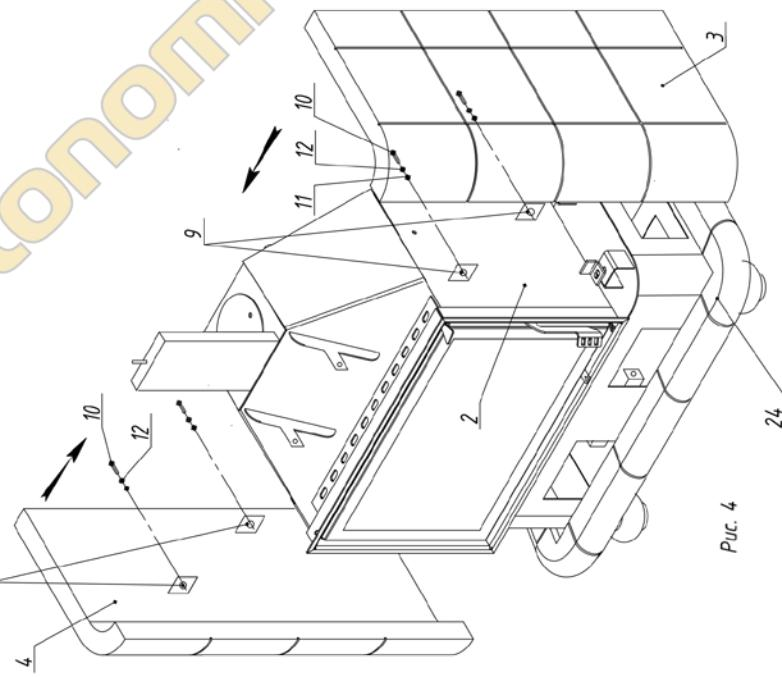

Рис. 4
5. Боковые панели 3,4 устанавливаются на нижнюю панель 24 и крепятся к толке 2 кронштейнами 18 на боковых панелях и кронштейнами 9 на толке. Фиксируются винтами 10, гайками 11, шайбами 12 (Рис. 4)